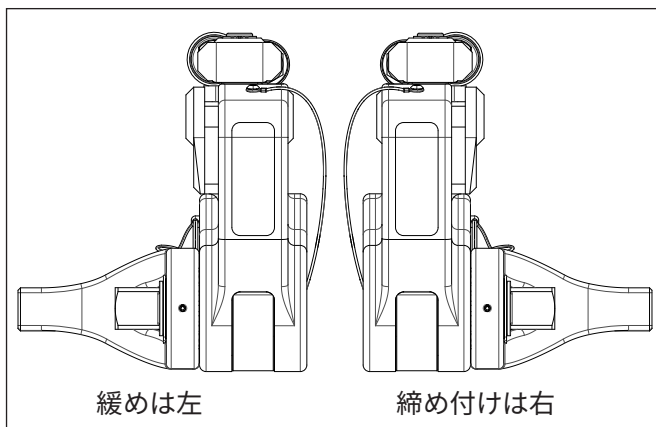

図9: 緩め/締め付け時のドライブの向き
- ボルトを締め付ける場合は、図9に示す場所に四角ドライブを取り付けます。